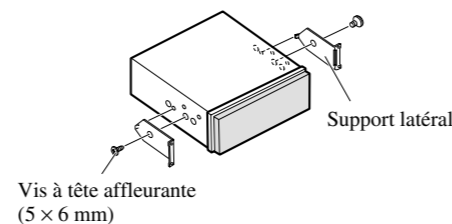

Fig. 8
2. Installez les supports latéraux. (Fig. 8)